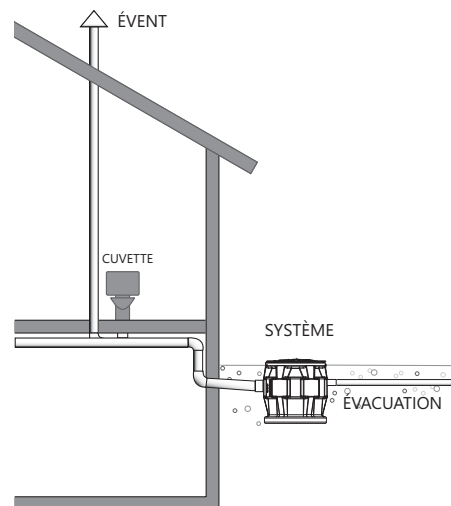

Figure 10. Exemple de ventilation alternative Pro380SD
- F. **Évent** : Sur les modèles Pro370 et 380 à décharge verticale, une connexion fileté de 2 po ou 3 po est prévue sur le dessus du couvercle. L'évent doit être raccordé à l'évent existant du bâtiment ou étendu à l'extérieur sur sa propre colonne montante. Dans les systèmes à évacuation latérale et verticale, la dimension de l'évent doit respecter les codes en vigueur, mais jamais être inférieure à celle du tuyau d'évacuation. Voir la Figure 10, un exemple de ventilation à travers le tuyau d'entrée comme solution de rechange.